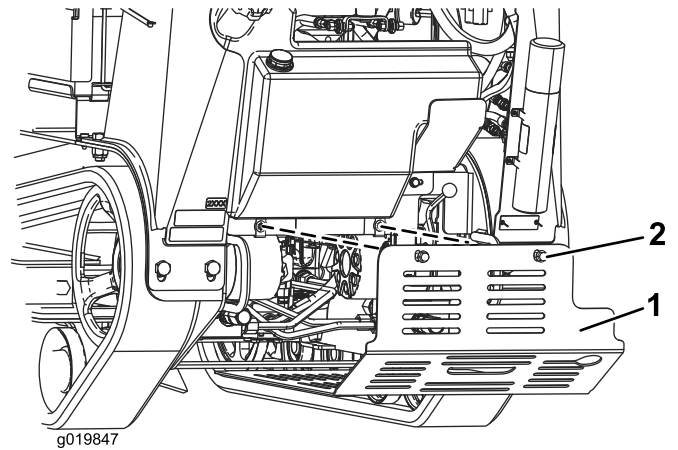

Bild 25
2. Lösen Sie nacheinander die zwei Schrauben, mit denen das untere Schutzblech befestigt ist, bis Sie es abnehmen können (Bild 25).
2. Schieben Sie das untere Schutzblech in die Maschine (Bild 25).